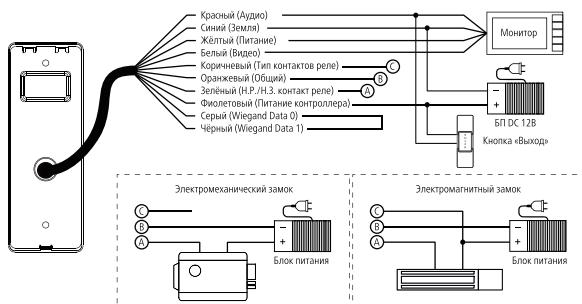

Рис. 4 Подключение панели в режиме автономного контроллера
- Производите подключение в соответствии со схемами на рис. 4 и 5.
Для активации данного режима подключите панель согласно схеме на рис. 4. Обратите внимание, что в данном режиме серий и черный провода интерфейса Wiegand должны быть замкнуты.
Способ 2. Для программирования данным способом потребуется подключить кнопку выхода согласно схеме на рис. 4. Далее приложите мастер-карту к считывателю на панели, а затем зажмите кнопку выхода на необходимое время для открытия замка.